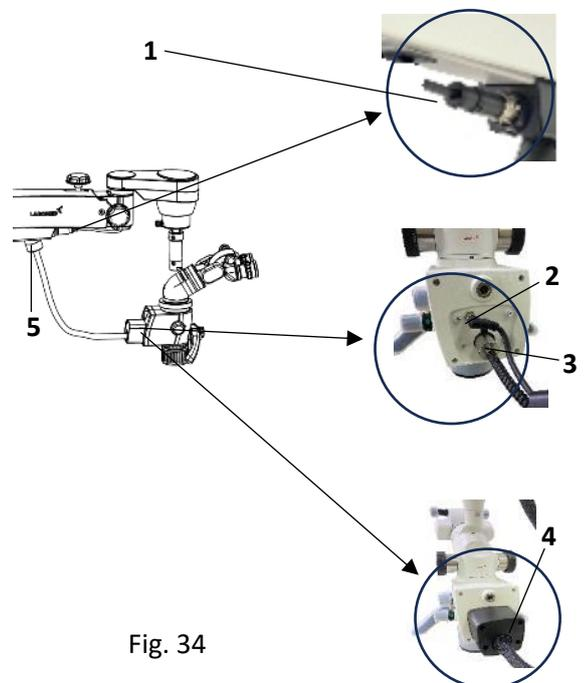

Fig. 34
- b. Un treillis métallique pour le routage des câbles est fixé en permanence au bras de suspension au point (5). Réf. Fig. 34
- c. Pliez et rassemblez le treillis métallique avec le couvercle arrière et connectez le connecteur mâle et femelle à 5 broches (2) pour le contrôle de l'éclairage conformément aux instructions figurant sur l'étiquette. Insérez ensuite le câble à fibre optique dans le guide de lumière (3). Réf. Fig. 34
- d. Fixer le couvercle arrière (4) avec des vis. Puis connecter le connecteur mâle femelle 4 broches (1) pour alimenter l'embrayage électromagnétique ABA (Auto balancing Arm). Réf. fig. 34